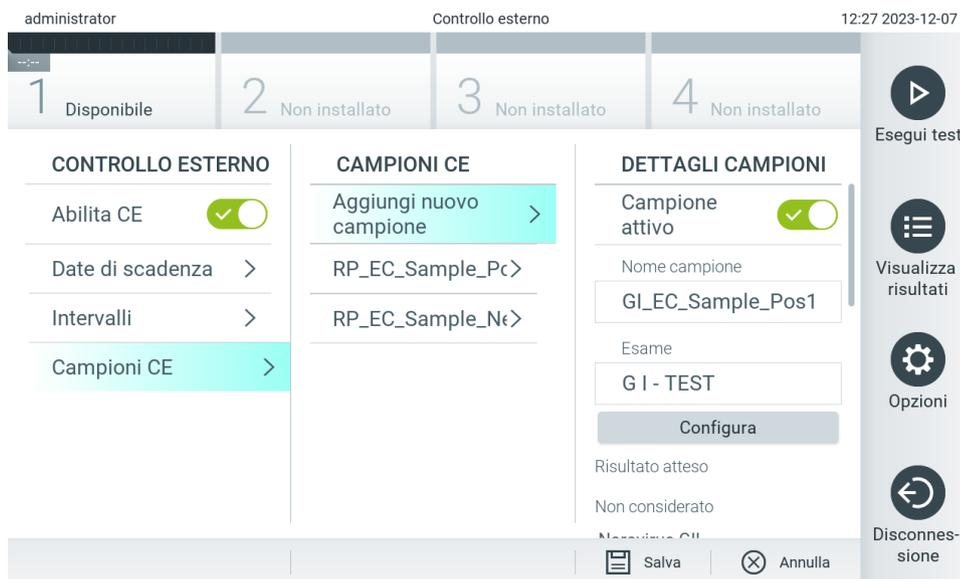
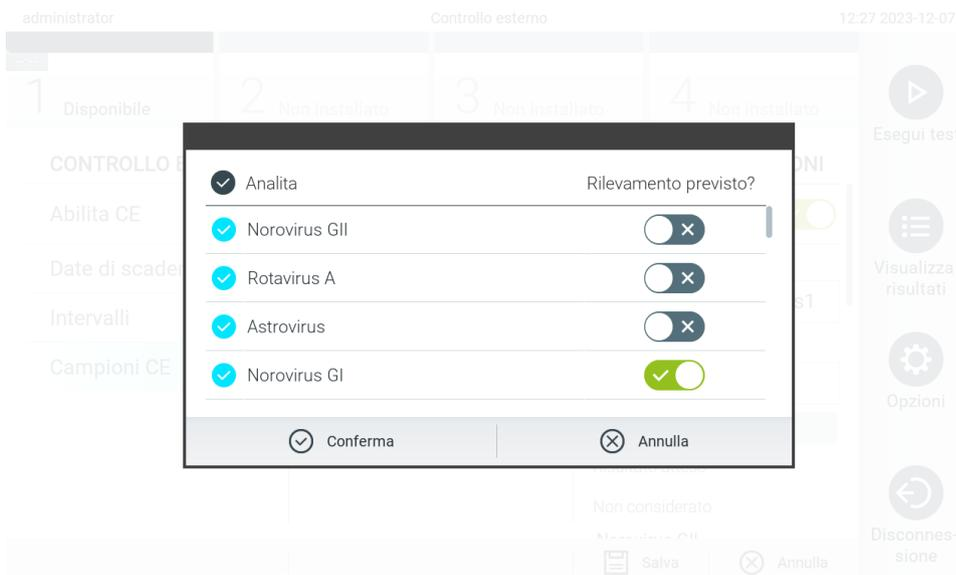

Figura 78. Schermata External Control EC Samples (Campioni CE controllo esterno).
Figura 79. Schermata External Control EC Sample configuration (Configurazione campioni CE controllo esterno).
9. Selezionare **EC Samples** (Campioni CE) per aggiungere o modificare campioni usati in un test External Control (Controllo esterno). Per aggiungere un nuovo campione CE, premere **Add new Sample** (Aggiungi nuovo campione) e proseguire con la configurazione nella colonna di destra (Figura 78). Per modificare un campione CE, selezionarne uno esistente dalla colonna centrale e continuare con la configurazione nella colonna di destra.
10. Selezionare **Configure** (Configura) per modificare gli analiti in un test External Control (Controllo esterno) (Figura 78). Nella configurazione campioni CE controllo esterno, è possibile impostare se l'analita venga considerato durante l'esecuzione del controllo esterno e se è prevista una rilevazione (Figura 79).